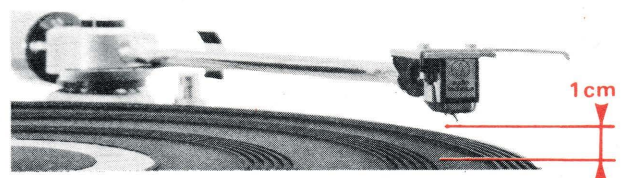

Fig. 6
E – REGLAGE DE LA HAUTEUR DU BRAS (Fig. 6 et 2a)
- Agir sur l'écrou (6) Fig. 2a du tendeur, pour positionner la pointe de lecture à 1 cm du couvre-plateau (voir Fig. 6).